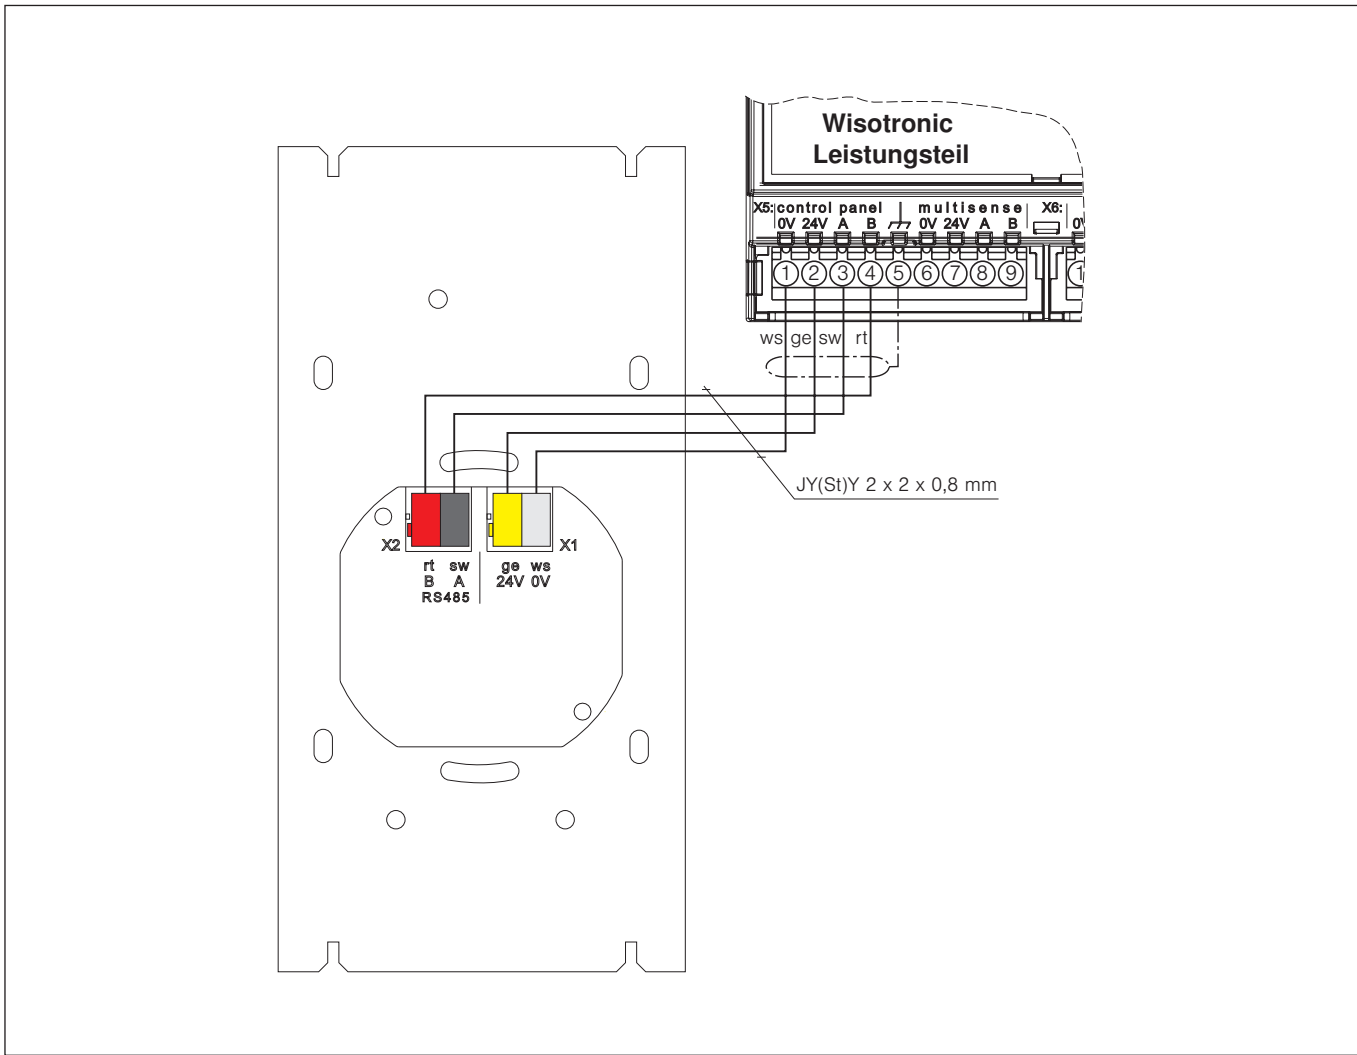

Abb. 20 Anschluss des Bediengeräts
6.3.3 Bediengerät	Abb. 20 auf Seite 40